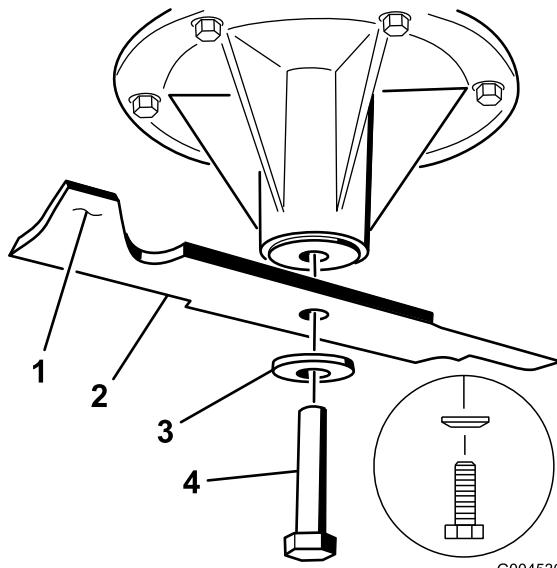

Figure 84
1. Placez la lame sur l'axe (Figure 84).
2. Mettez en place la rondelle élastique et le boulon de la lame (Figure 84).
- Remarque:** Le cône de la rondelle élastique doit être dirigé vers la tête du boulon (Figure 84).